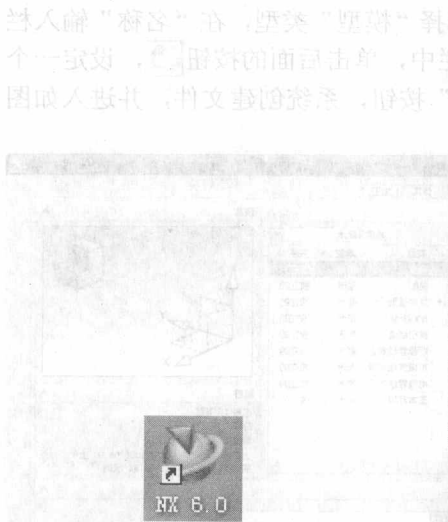
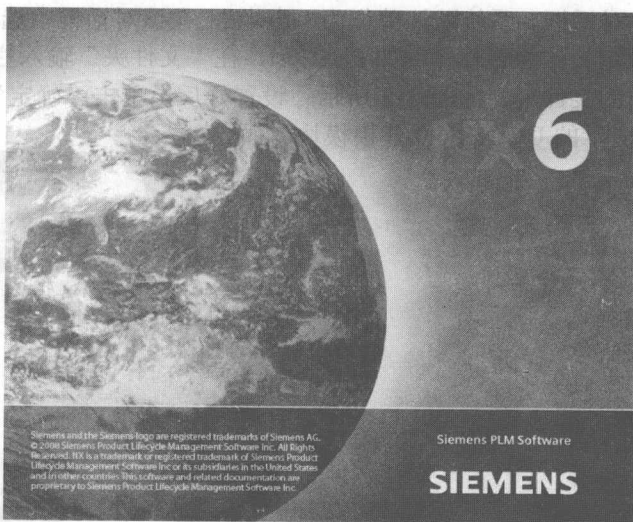
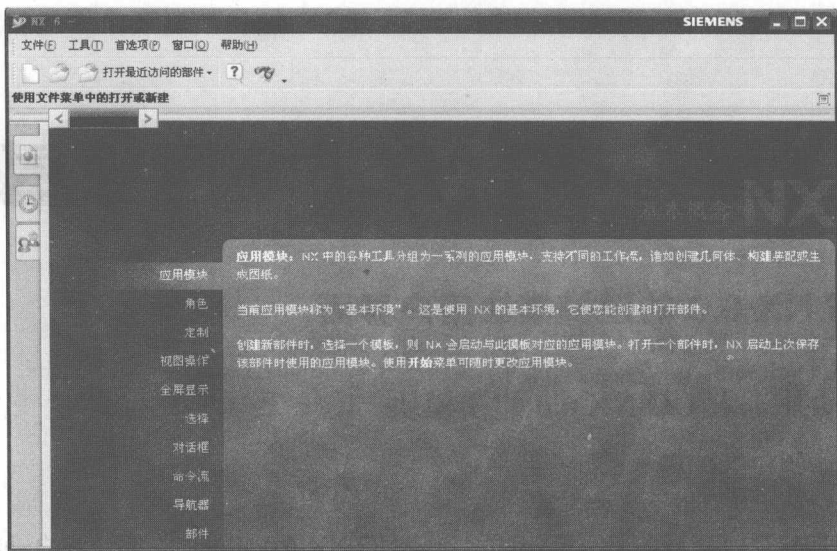
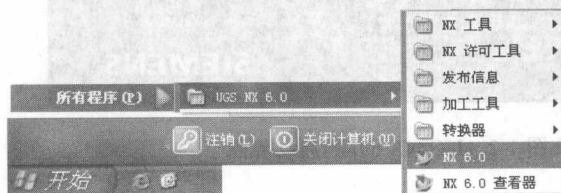

图 1-1 UG NX 6.0 的桌面快捷方式
图 1-2 UG NX 6.0 的启动界面
图 1-3 UG NX 6.0 的初始工作界面
图 1-4 启动 UG NX 6.0 主菜单
① 从桌面快捷方式启动 UG NX 6.0。安装 UG NX 6.0 软件时，系统将自动在桌面上建立一个快捷方式，如图 1-1 所示。双击该桌面快捷方式，可以打开 UG NX 6.0。启动 UG NX 6.0 时，首先出现一个如图 1-2 所示的欢迎界面。系统完成加载程序后进入如图 1-3 所示的 UG NX 6.0 的初始工作界面。在这里，可以浏览 UG NX 6.0 的新增功能介绍，可以新建 UG NX 6.0 文件和打开已有的 UG NX 6.0 文件。
② 从开始菜单中启动 UG NX 6.0。用鼠标依次选择【开始】→【所有程序(P)】→【UGS NX 6.0】→【NX 6.0】命令，如图 1-4 所示，并单击鼠标左键，可以打开 UG NX 6.0。启动 UG NX 6.0 时，首先出现一个如图 1-2 所示的欢迎界面。系统完成加载程序后进入如图 1-3 所示的 UG NX 6.0 的初始工作界面。
③ 直接双击 UG Part File 文件打开 UG NX 6.0 文件。通过双击 UG Part File 的文件打开 UG NX 6.0 文件，显示一个如图 1-2 所示的欢迎界面，可以打开 UG NX 6.0，并且将直接打开该文件。